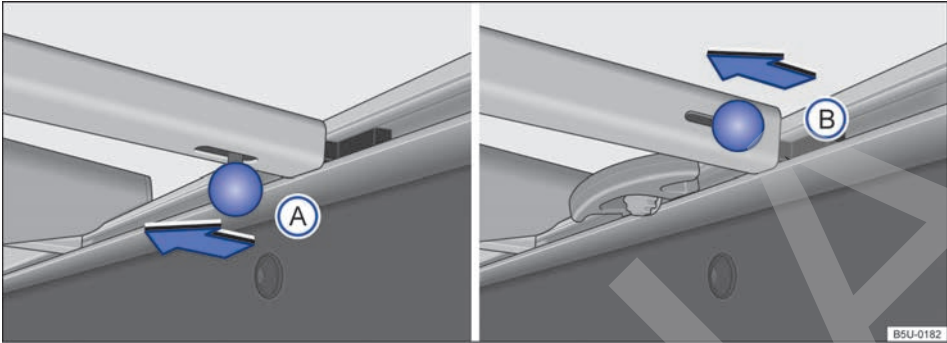
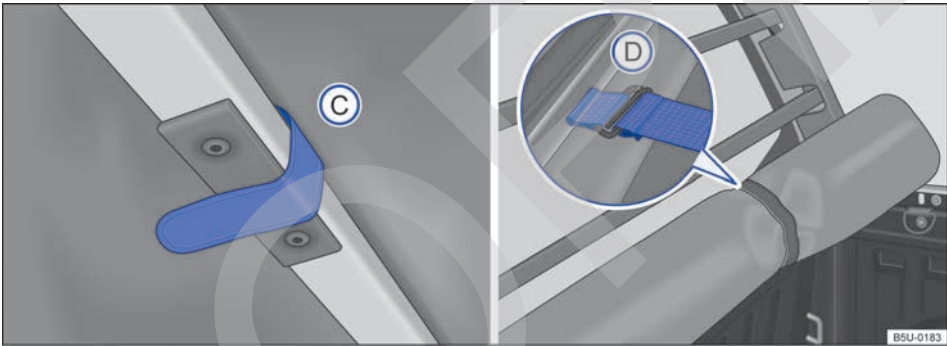

Fig. 61 Los travesaños en el compartimento de carga: (A) vehículos con soportes de amarre fijos, (B) vehículos con soportes de amarre deslizantes.
Fig. 62 En el compartimento de carga: tira de fijación y capota marítima correctamente recogida.
- Para la remoción del tipo (A) o (B), desplazar el perno de bloqueo en el sentido de la flecha → fig. 61. Para remover el travesaño que está cerca de la luneta, se necesita soltar las tiras de fijación de la capota → fig. 62 (C).
- Después de recoger totalmente la capota, sujétela con las cintas de fijación (D).